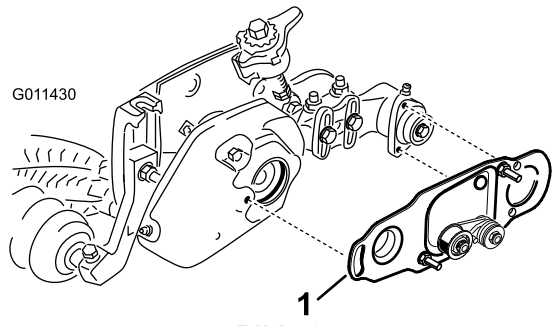

Bild 48
5. Wenn eine Rollenbürste montiert ist, stellen Sie sicher, dass die Bürstenplatte (Bild 48) parallel zur Seitenplatte der Schneideinheit und ganz in die Gummidichtungen eingesteckt ist.